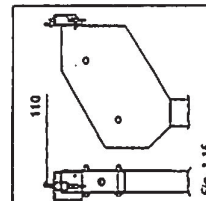

Fig. 1.15
- Montar los finales de carrera (110) y sus soportes, como se indica en (Fig. 1.15). Conectar los detectores final de carrera a los aparatos TIRAK.